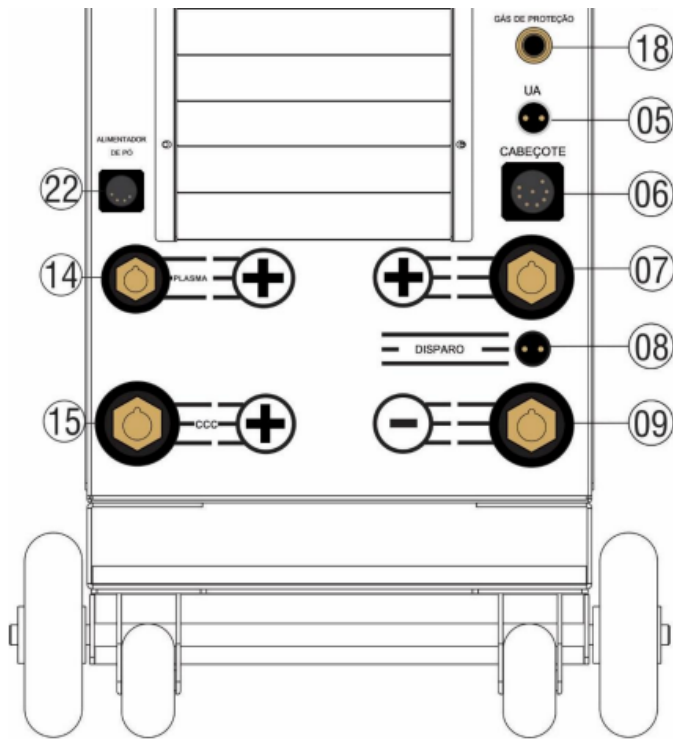

Figura 8.6 – Foto mostrando o novo borne (15) para o processo CCC.
Para operação com o novo CCC, siga as instruções para o processo MIG/MAG apresentadas no tópico 5.2 da página 26, exceto a conexão do borne macho do mangote do do cabeçote STA deve ser conectado ao terminal fêmea no painel da fonte identificado como CCC (15). Deve ser ligado também o conector macho do sensor da tocha ao conector femea descrito UA(05) do painel da DIGIPLUS A7. Segue os detalhes na figura 8.6